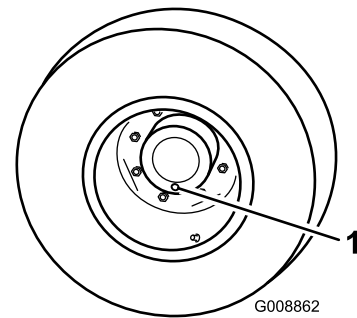

Bild 70
1. Stellen Sie die Maschine auf einer ebenen Fläche ab und positionieren Sie das Rad so, dass sich eine der Prüfschrauben in der untersten Stellung (6 Uhr) befindet (Bild 70).